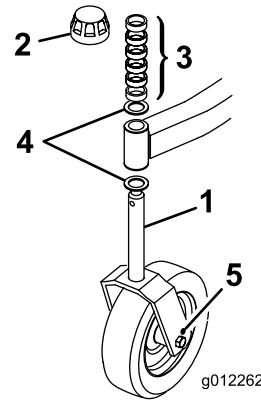
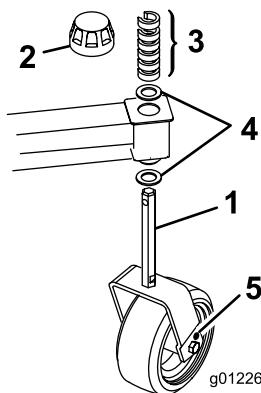

Figura 11
Figura 12
2. Agrande los taladros de 0,438 pulgadas (11,13 mm) de diámetro (Figura 11 y Figura 12) de cada lado de las horquillas a un diámetro de 0,50 o 0,516 pulgadas (12,7 o 13,1 mm).
1. Retire el casquillo tensor del eje y retire el eje del brazo de la rueda giratoria delantera. Retire la arandela del eje. Coloque los espaciadores en el eje para conseguir la altura de corte deseada, luego coloque la arandela en el eje (Figura 11).
2. Introduzca el eje de la rueda giratoria en el brazo de la rueda giratoria delantera, instale la otra arandela de empuje y los espaciadores restantes en el eje e instale el casquillo tensor para fijar el conjunto (Figura 11).
1. Retire el casquillo tensor del eje de la rueda (Figura 12).
2. Retire o añada espaciadores C al segmento estrecho del eje, debajo del brazo de la rueda giratoria, hasta obtener la altura de corte deseada (Figura 12). Asegúrese de que las arandelas de empuje, y no los espaciadores, están en contacto con la parte superior y la parte inferior del brazo de la rueda giratoria.
3. Coloque el casquillo tensor para fijar el conjunto (Figura 12).